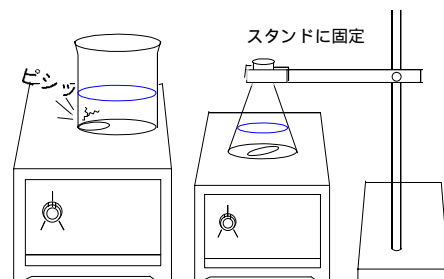

図33 スターラーの取扱い方
- (ア) 中心を外して置いたり、固いものが入っていると、攪拌子が器壁に当たったり、固いものを弾き飛ばしたりして容器が割れることがある。(図33)
- (イ) 背の高い容器は、回転の振動で倒れることがあるため、必ずスタンドに固定して攪拌する。(図33)